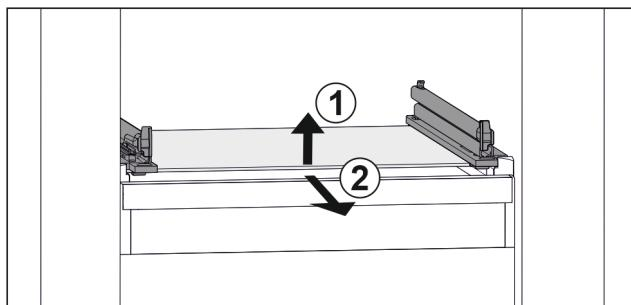

Fig. 133 Примерно изображение на стъклена плоча
- Повдигнете стъклена плоча отпред. Fig. 133 (1)
- Извадете стъклена плоча напред. Fig. 133 (2)